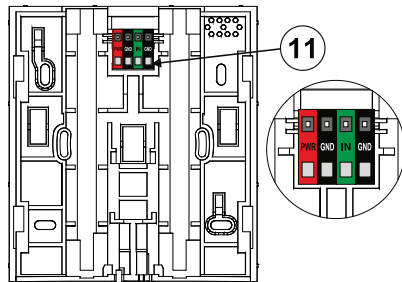

Abb. 3: Beschreibung der Rückseite des Produkts
- Verwenden Sie die 4 Schrauben, um den hinteren Teil des Bedienteils an eine ebene Wand zu schrauben. Für den Anschluss der externen Stromversorgung oder des Melders zum Öffnen der Tür verwenden Sie die Klemmen im hinteren Teil des Bedienteils, siehe Abb. 3. Eine Beschreibung des Anschlusses finden Sie in den Bereichen Alternative Spannungsversorgung und Anschluss des Türöffnungsmelders.